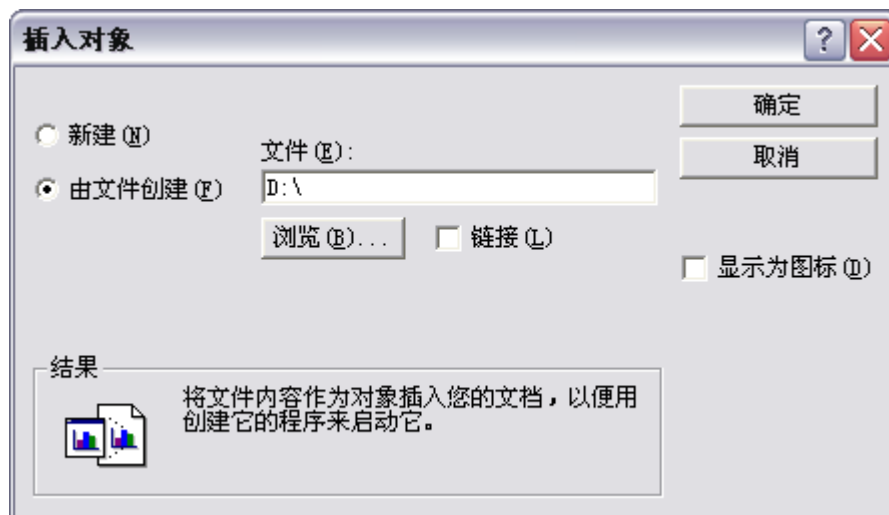

图 2-93 从文件创建对象
- 2) 若在对话框中不选择【新建】方式，而选择【由文件创建】，则对话框变为如图 2-93 的内容。
- 4) 以上介绍的两种方法均是将对象嵌入到文件中，嵌入的对象已成为电子图板文件的一部分。除了嵌入方式以外，还可以用链接的方式插入对象。链接与嵌入的本质区别在于，链接的对象并不真正是电子图板文件的一部分，该对象存于一个外部文件中，在电子图板文件中只保留一个链接信息，当外部文件被修改时，电子图板文件中的对象也自动被更新。实现对象链接的方法很简单，只需在图 2-93 所示的对话框中选中文档后，复选【链接】选项，单击【确定】后对象就会以链接方式插入到文件中。